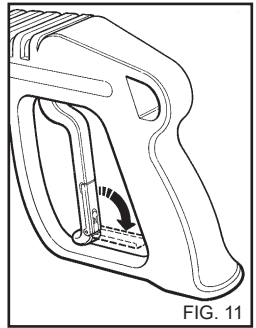

FIG. 11
- Quando a hidrolimpadora não está sendo utilizada, deve-se fechar o dispositivo de segurança do punho (fig. 11).